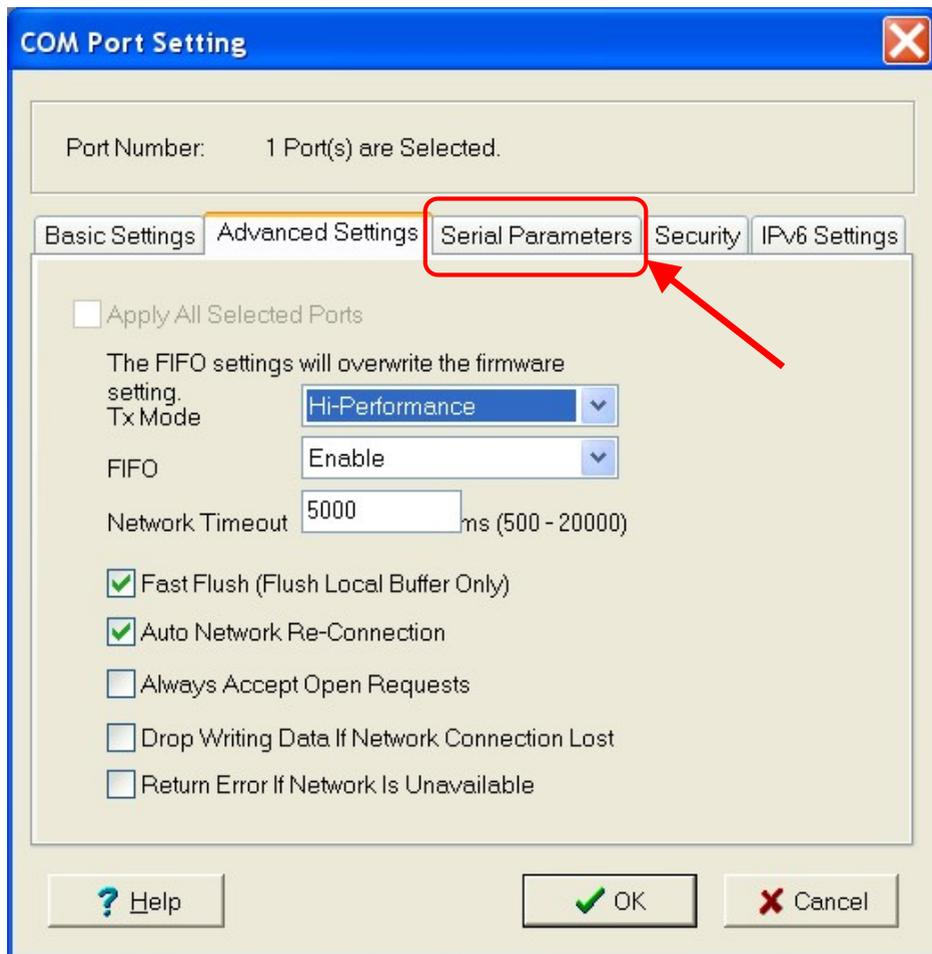

Рис. 17.16. Утилита «NPort Windows Driver Manager», параметры порта, «Advanced Settings».
17.19. Установите параметры порта так, как показано на Рис. 17.16. Далее перейдите на вкладку «**Serial Parameters**».